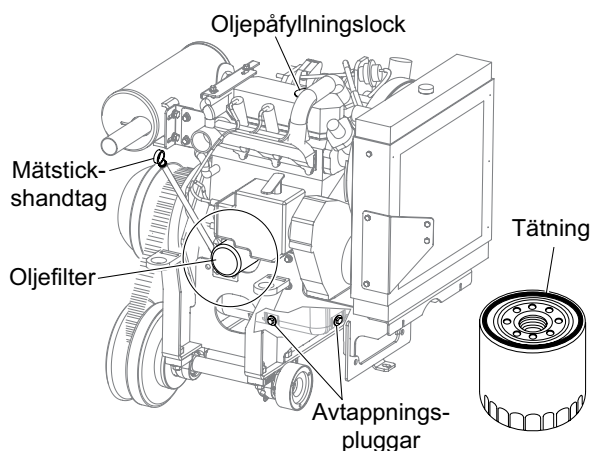

Bild 14. Oljefilterbyte
1. Byt ut motorns oljefilter (bild 14) vartannat oljebyte eller efter 300 timmar. Se din motors bruksanvisning för specifika detaljer för att utföra den här åtgärden.
2. Var noga med att täcka tätningen (bild 14) på det nya oljefiltret med ren motorolja.